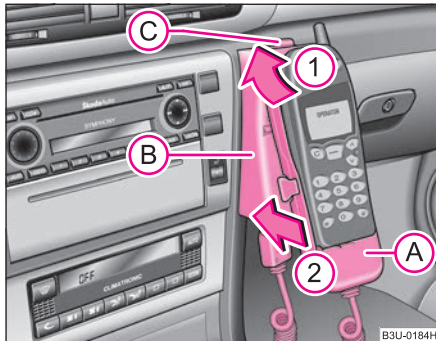

Fig. 133 Adaptare universală pentru telefon față
- Așezați adaptorul fără telefon în suportul (B), în sensul indicat de săgeata (1) ⇒ fig. 133, până când adaptorul atinge contactul. Apăsăți apoi ușor adaptorul în sensul indicat de săgeata (2), până se fixează.
- Așezați telefonul în adaptorul (A) (conform instrucțiunilor producătorului) și puneți contactul.